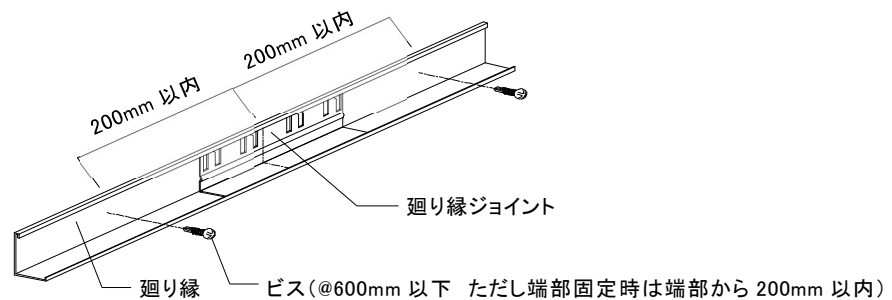

図2-2-2 廻り縁端部のビス固定位置
- ②基準墨に沿って廻り縁をビスピッチ@600mm 以下で固定する。端部固定時は廻り縁ジョイントと干渉しないように、端部から 200mm 以内に固定する。(図 2-2-2 参照)